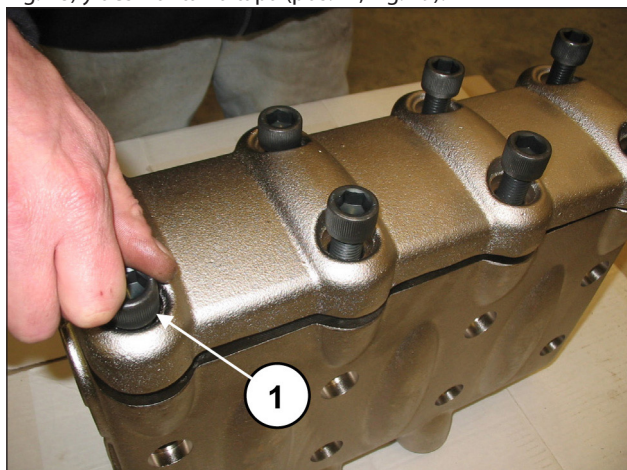
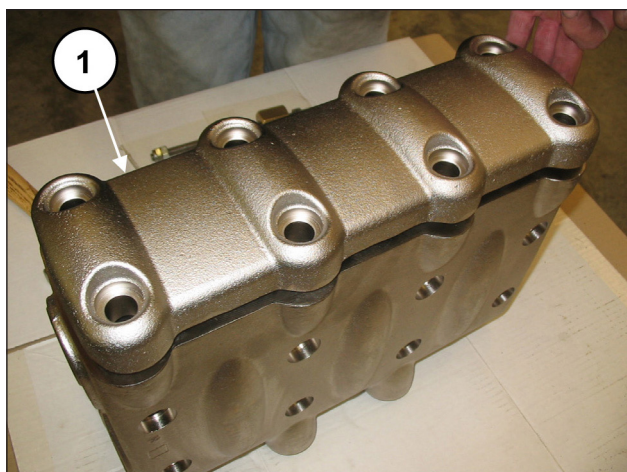

Fig. 78
Fig. 79
Para extraer los grupos de válvula operar del siguiente modo: Aflojar los 8 tornillos M16x55 de la tapa de válvulas (pos. ①, Fig. 78) y desmontar la tapa (pos. ①, Fig. 79).